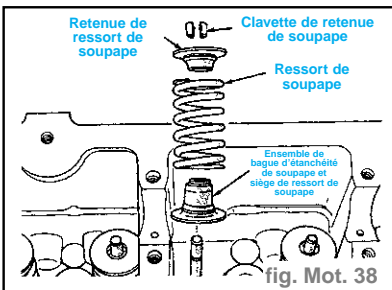

fig. Mot. 38
- Déposer les clavettes de retenue de soupape, les retenues de ressort de soupape, les bagues d'étanchéité de queue de soupape et les ressorts de soupape. (fig. Mot. 38)